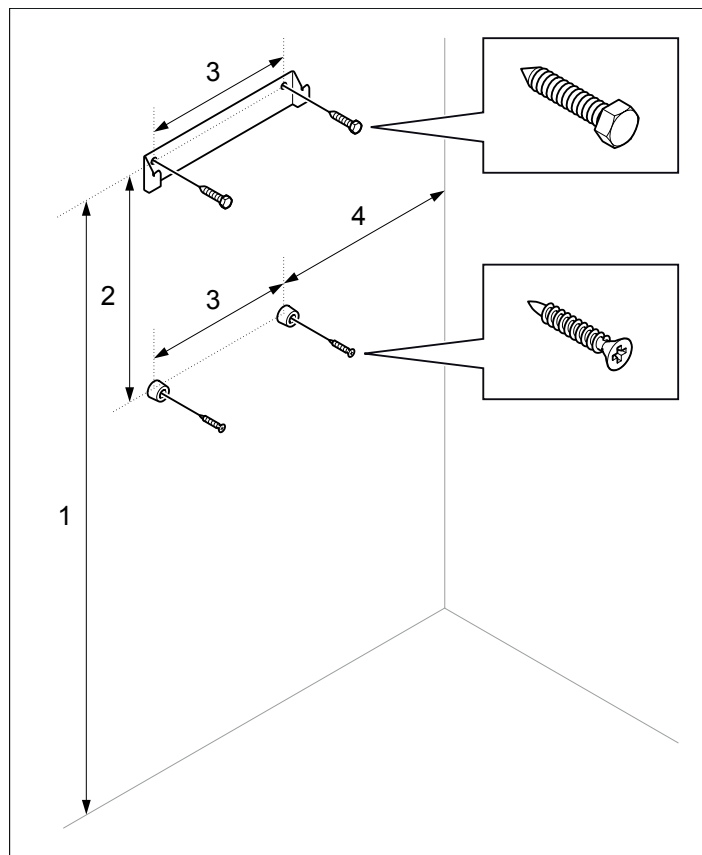

Abbildung 8: Halterung mit Schrauben und Abstandhaltern
1. Befestigen Sie die Halterung und die Abstandhalter an der Wand und beachten Sie dabei die Maßangaben (siehe Abbildung 8).